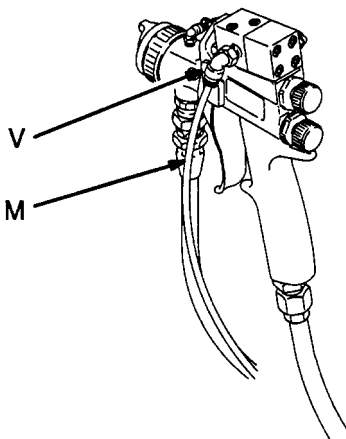

Fig. 5
- A. Conectar la fijación (V) y el tubo (N) con la entrada del activador de la pistola. Ver Fig. 5.